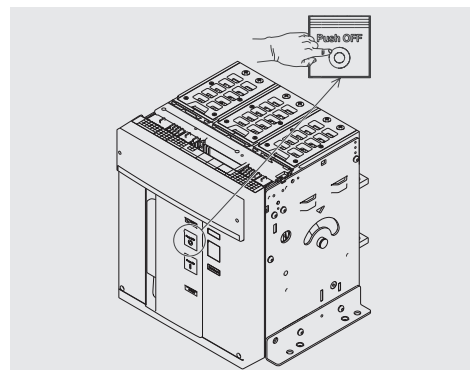

图 27
6. 分闸-按下分闸按钮“0- Push OFF”如图27所示。